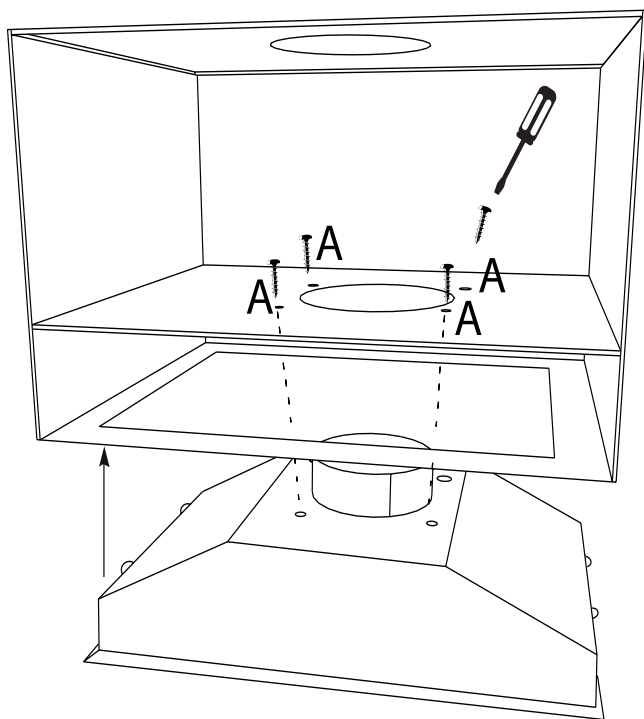

Fig. 11
8. Introduceți din partea de jos în dulapul pentru hotă, prin raftul carcasa hotei (fig.11), astfel încât cadrul decorativ cromat să se potrivească perfect raftului de jos